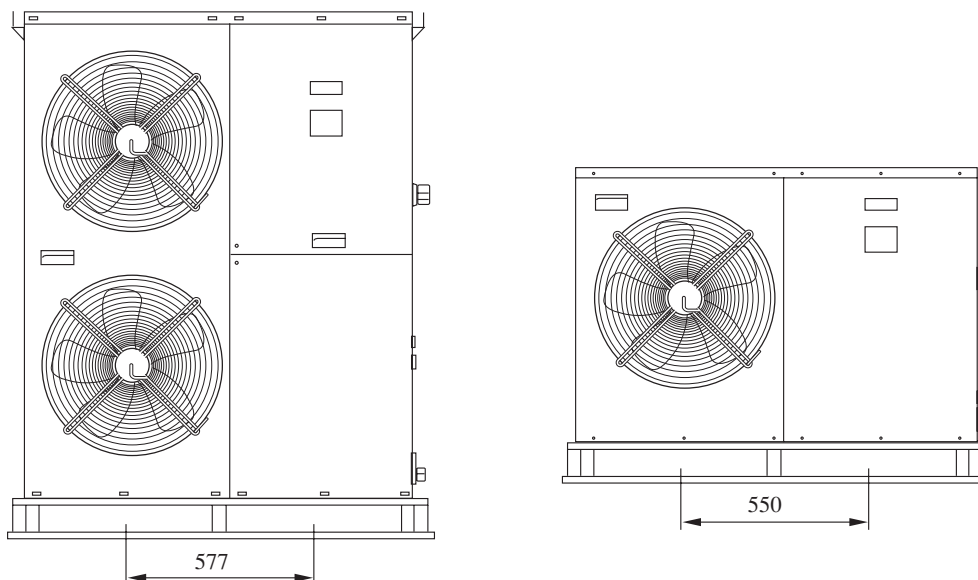

Figura 1
- Utilizzare barre distanziatrici o un carrello elevatore per sollevare l'unità in modo da evitare danni ai pannelli. La Figura 1 indica le dimensioni della gabbia per il sollevamento. Evitare movimenti bruschi. Non rimuovere la gabbia fino a quando non si trova nella posizione finale.